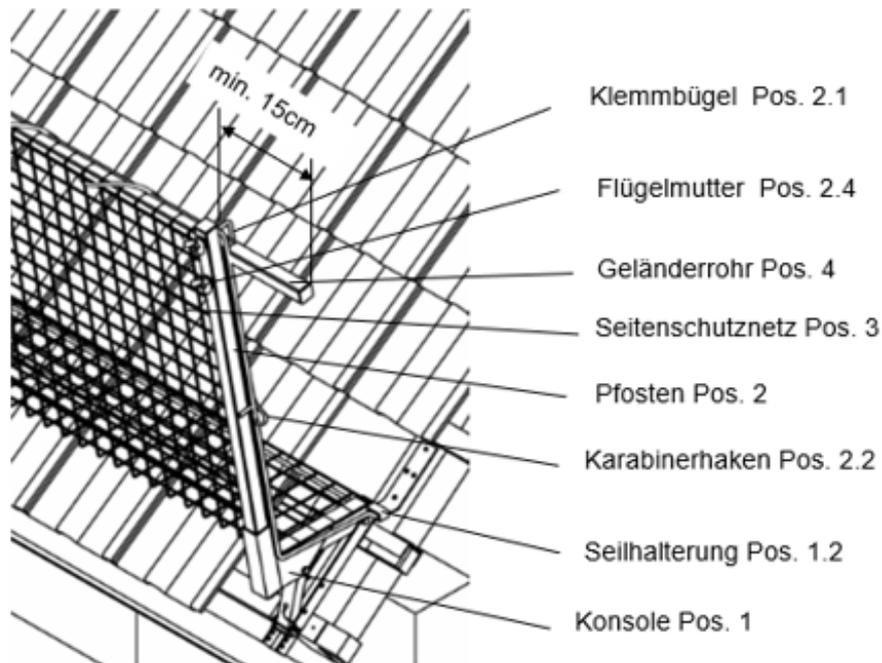

Bild 2
- 5.2.5. Das Seitenschutznetz (Pos.3) muss straff gespannt (nur Handkraft) über die ganze Dachschutzwandlänge geführt werden und an allen Pfosten gemäß der Darstellung (Bild 2 und Bild 3) befestigt werden.